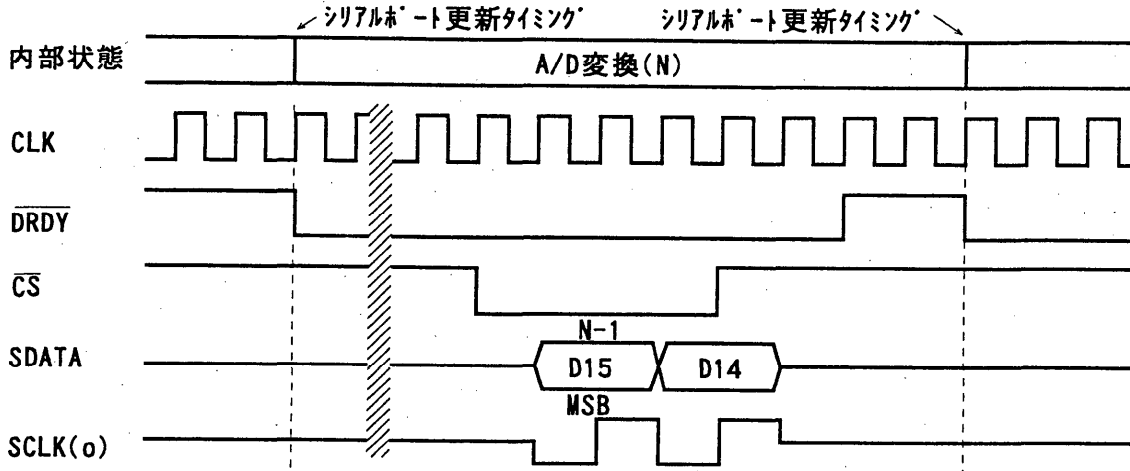

図3. SSCモードタイミング (3)
- ① 16ビットデータを全部出力してSDATA, SCLKが共にHi-Z状態になったとき
- ② スリープ状態 (MODE="M") になったとき
- ③ 出力ポートを更新する2tCLK前で、SDATAがHi-Z (CS="H") でかつDRDYは“L”のとき (図3)